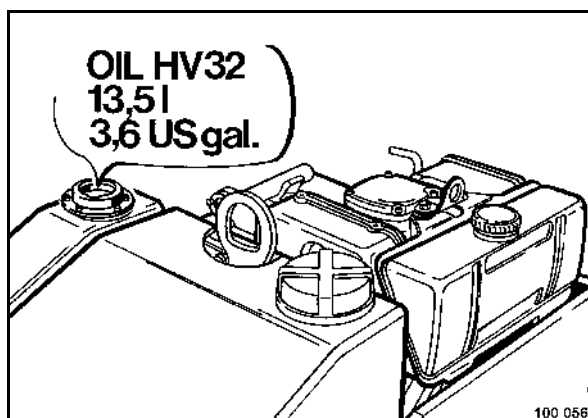

fig. 83
- Remplir l'huile hydraulique neuve (fig. 83) à travers le filtre-tamis.